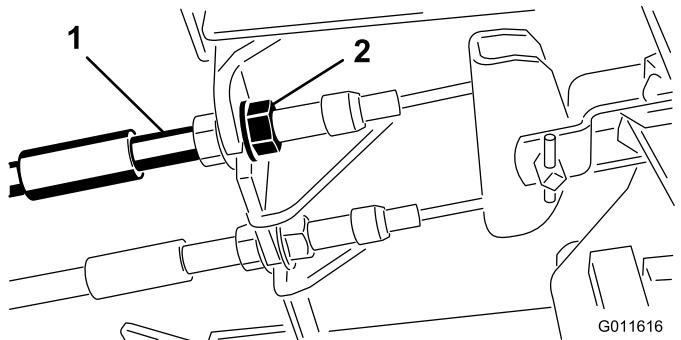

Figure 72
1. Pour réduire la garde aux pédales de frein, serrez les freins en desserrant l'écrou avant sur l'extrémité filetée du câble de frein (Figure 72).